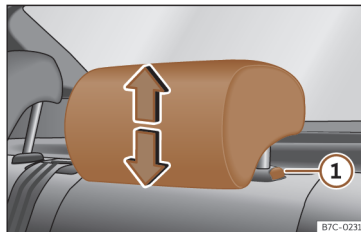

Fig. 98 Appui-tête arrière : réglage de l'appui-tête.
- Saisissez l'appui-tête des deux côtés avec les mains puis poussez-le vers le haut jusqu'à ce qu'il s'enclenche dans la position désirée. Pour le rabaisser, faites de même en appuyant sur le bouton latéral ① >>> fig. 98.